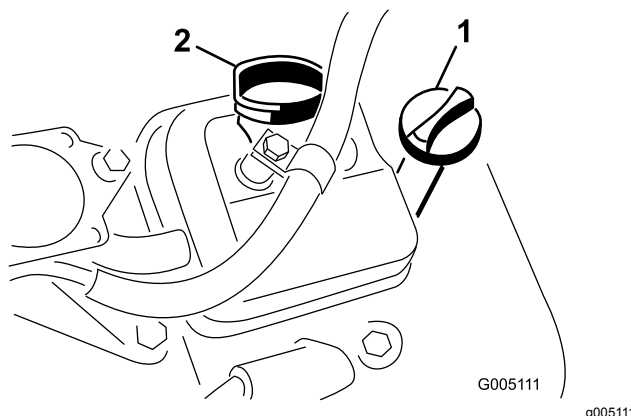

Figure 29
3. Remettez la jauge dans le tube et vissez-la dedans (Figure 29).